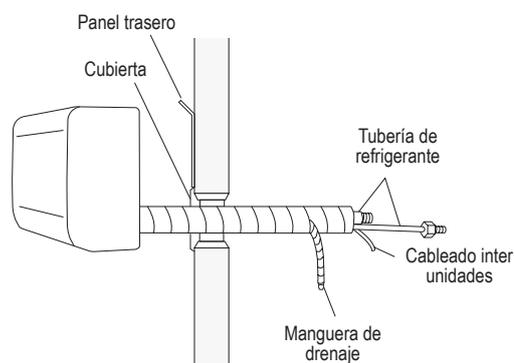

Fig. 5-24
- (1) Dar forma a las tuberías de refrigerante de forma que pueda insertarse fácilmente en el agujero de la pared. (Fig. 5-24)